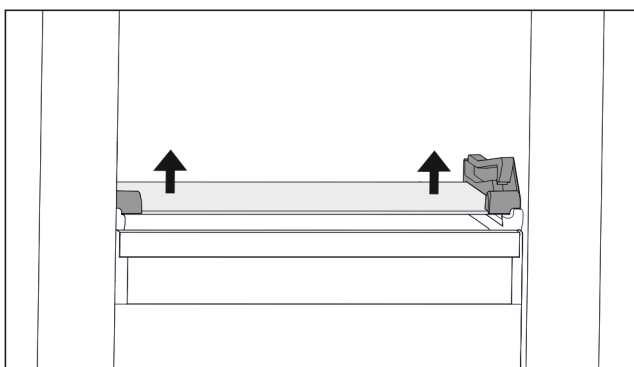

Fig. 35 Skleněná deska odklápěcí zásuvky
- ▶ Vytlačte skleněnou desku zdola na obou stranách nahoru. (viz Fig. 35)